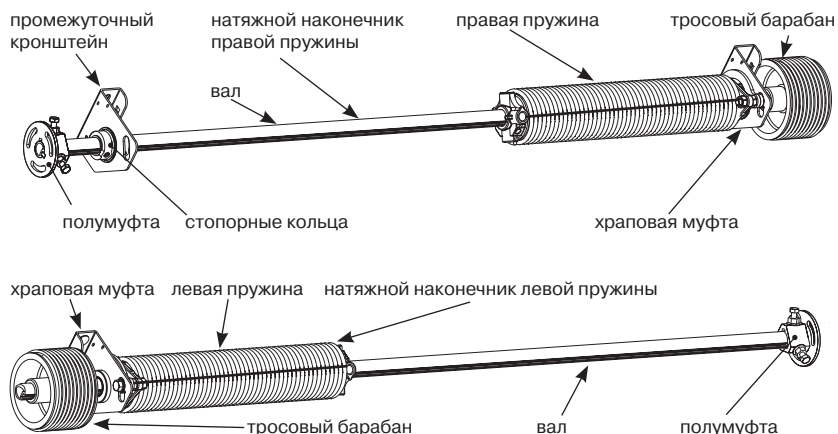

Рис.21
- Перед монтажом необходимо произвести сборку вала. Ниже рассматривается порядок сборки торсионного вала в стандартном исполнении (рис.21). При сборке должны быть выполнены следующие требования: